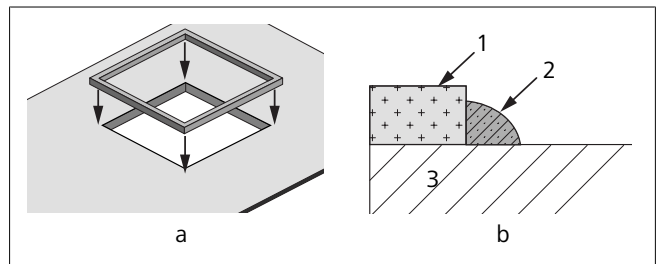
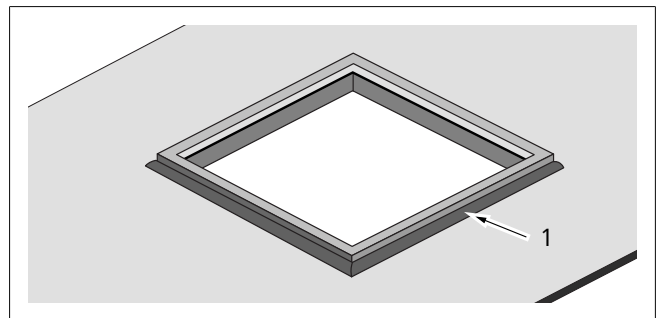

Abb. 14 CTT35 Befestigung der Dichtung auf einem 360 x 360 mm großen Ausschnitt (ohne Adapterrahmen)
Abb. 15 Anwendung des Dichtmittels (nur anwendbar bei einer Dichtung auf einem 360 x 360 mm großen Ausschnitt ohne Adapterrahmen)
1. Ziehen Sie das Schutzpapier ab und kleben Sie die Dichtung auf das Dach (360 x 360 mm großer Ausschnitt), siehe Abb. 14-a und b.
3. Tragen Sie selbstnivellierendes Wohnmobil-Dachdichtmittel um die Dichtung herum auf, um Leckagen zu vermeiden, siehe auch Abb. 14-b und Abb. 15.